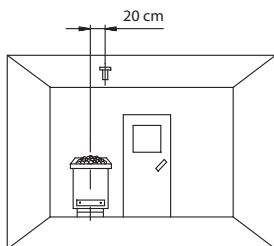

Fig. 7
Veuillez vous rappeler que les dimensions indiquées ci-après se réfèrent à des valeurs fixées lors de l'essai de l'appareil selon EN 60335-53-2. Le capteur du poêle se monte toujours, fondamentalement, à l'endroit où sont attendues les températures les plus élevées. Les figures 7 à 9 illustrent le lieu de montage du capteur.
1. Dans les cabines mesurant jusqu'à 2 x 2 m, le capteur de poêle se monte conformément aux figures 7 et 8. Dans les cabines plus grandes, il se monte conformément aux figures 7 et 9.